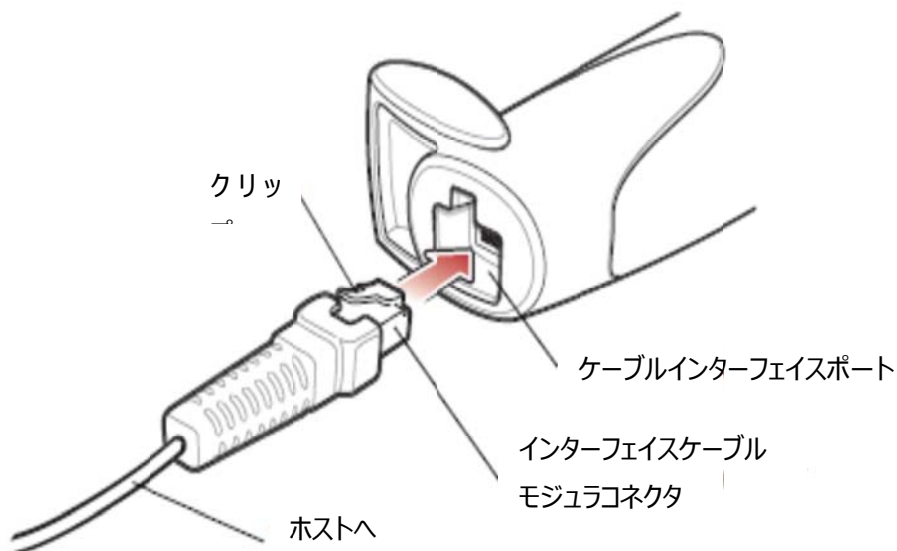

図 1-1
1. USB ケーブルモジュラコネクタをイメージャースキャナハンドルの下にあるケーブルインターフェイスポートに差し込んでください。図 1-1 を参照。